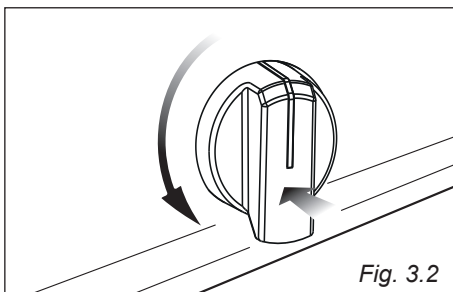

Fig. 3.2
- Svitare il fissacavo "D" (fig. 3.2).
1. Ruotare la manopola del rubinetto gas in senso antiorario (fig. 3.2), fino alla portata massima, premerla e mantenere la pressione, si otterrà l'attivazione dell'accensione.